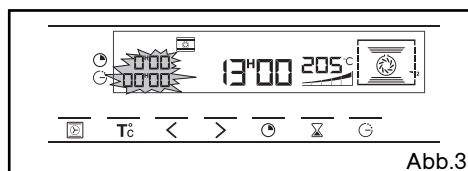

Abb.3
- blinken der Anzeiger für die Dauer der Garzeit und 0:00 (Abb.3),